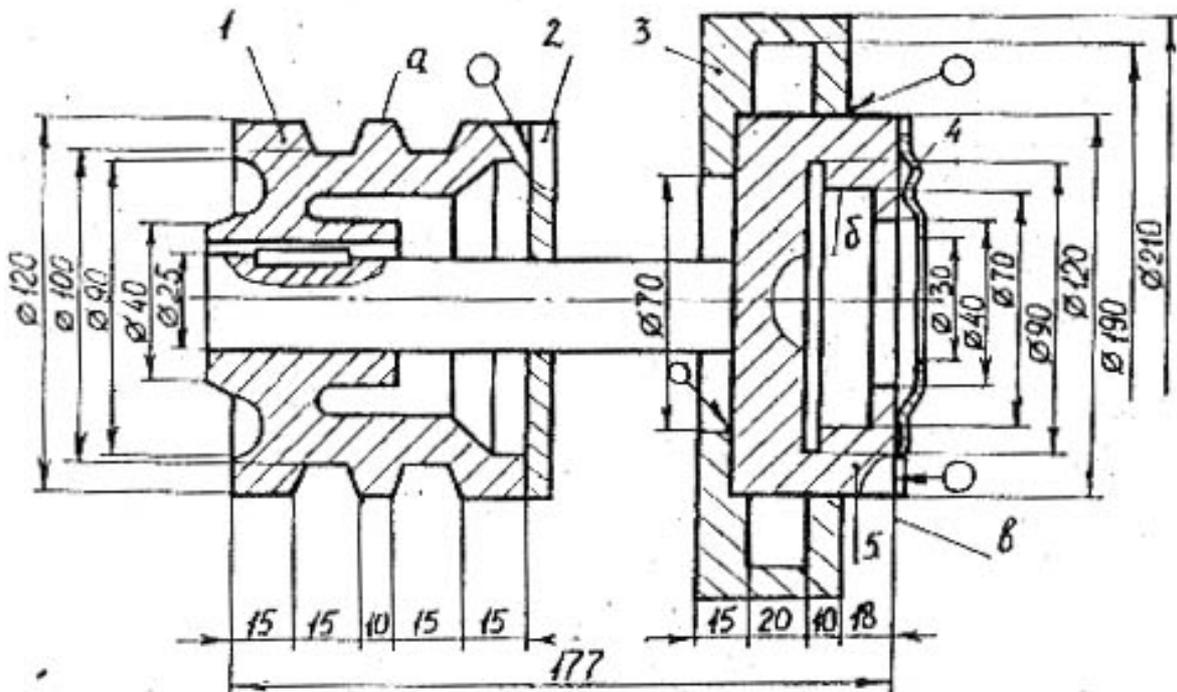

Рис. 8. Учебный узел 8
*Рис. 8.* Изготовить методом литья деталь 1 (материал АК12, производство массовое), припуски назначить на все поверхности за исключением внутренней полости. Деталь 4 (материал сталь 08КП, толщина стенки 1 мм, производство массовое) выполнить листовой штамповкой. Обработать резанием поверхность "а", отверстие диаметром 25 мм, шпоночный паз в этом отверстии детали 1. Сварить детали 1 и 2 (материал АЛ4 толщиной 10 мм). Перечислить особенности сварки алюминия и его сплавов.
*Рис. 8.* Заготовку детали 3 (материал ВЧ 38-17, производство массовое) получить литьем, припуски нанести на внутренние поверхности, контактирующие с деталью 5. Заготовку детали 5 (материал сталь 30, производство массовое) изготовить горячей объемной штамповкой. Припуски нанести на все поверхности, кроме вала диаметром 25 мм. Обработать резанием поверхности "б", "в" и шпоночную канавку на валу диаметром